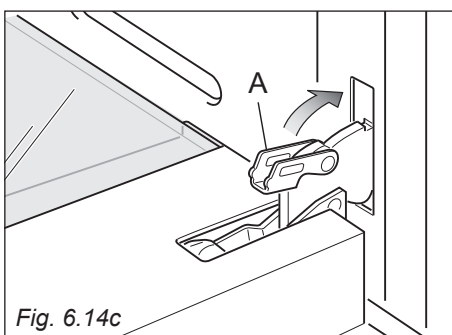

Fig. 6.14c
4. Chiudere le leve "A" delle cerniere destra e sinistra (fig. 6.14c).